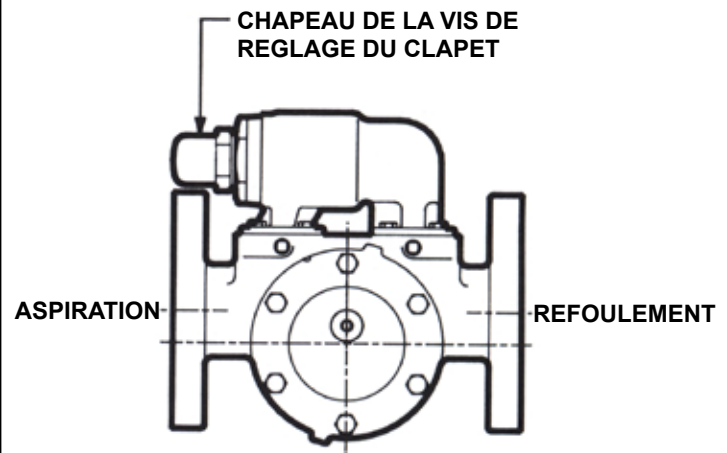

FIGURE 4
4. Le chapeau de la vis de réglage du clapet doit toujours pointer vers le côté d'aspiration de la pompe. Voir Figure 4. Si la rotation est inversée, enlevez le clapet et retournez-le. (pour des indications supplémentaires concernant l'opération correcte, consulter d'abord Rotation de la pompe page 10).